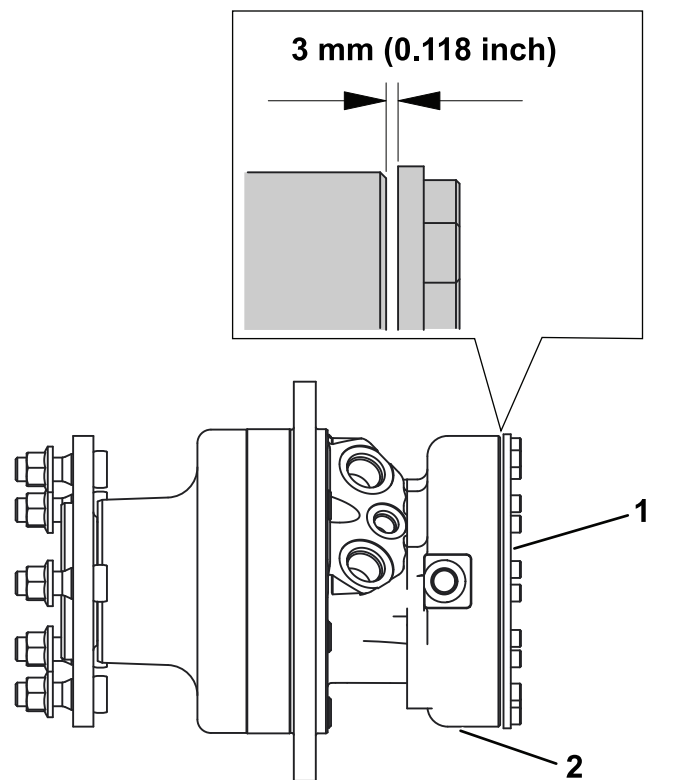

Figura 3
5. O travão será libertado quando a folga entre a cobertura da extremidade e a estrutura do travão for de aproximadamente 3 mm; consulte a Figura 3.